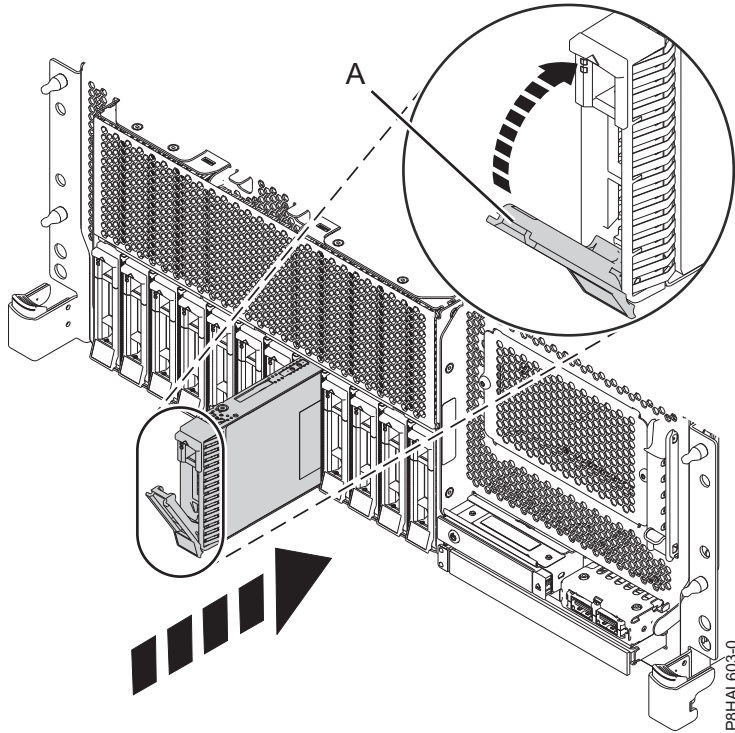

Figura 107. Sustitución de una unidad de disco en un sistema de función base montado en bastidor
4. Desbloquee el asa de la bahía de unidad (A) ejerciendo presión y tirando de ella hacia usted. Si el asa no está extendida del todo, la unidad no entra en el sistema. Consulte la Figura 107 en la página 122, la Figura 108 en la página 122, la Figura 109 en la página 123 y la Figura 110 en la página 124.
9. Cuando el LED de identificación se encienda de manera fija, deslice la unidad hasta el fondo del sistema y empuje hacia dentro el asa de la unidad (A) hasta que quede encajada, como se muestra en la Figura 107 en la página 122, Figura 108 en la página 122, la Figura 109 en la página 123 y la Figura 110 en la página 124.